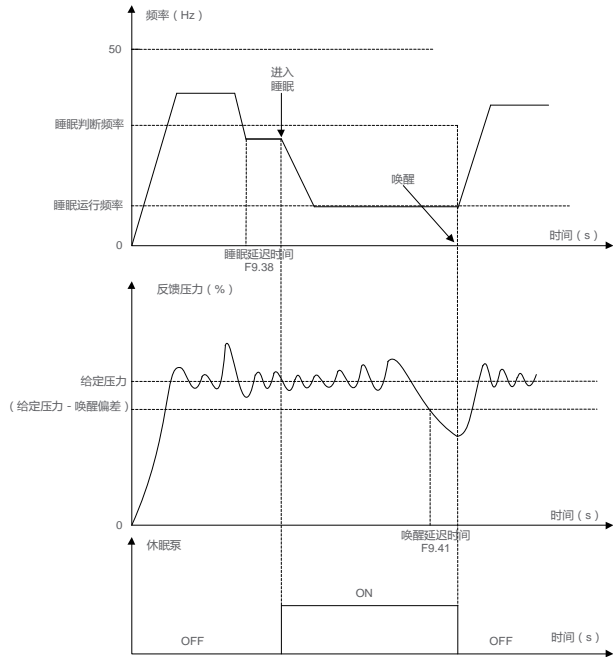

图 7.42 休眠模式 1 过程示意图
(1) 当 F9.36 为 0 时:进入休眠状态后,系统以睡眠频率运行。且在睡眠状态下,当反馈压力低于给定压力,并且误差超过唤醒偏差,持续 F9.42 设定的时间,则系统唤醒,退出休眠状态。如图 7.42。